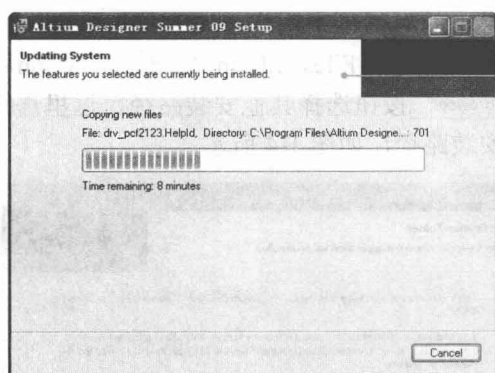

图 1-7 安装进程对话框
(7) 单击 **Next >** 按钮，开始安装。此时将弹出如图 1-7 所示的安装进程对话框，安装进度条将实时显示安装过程。